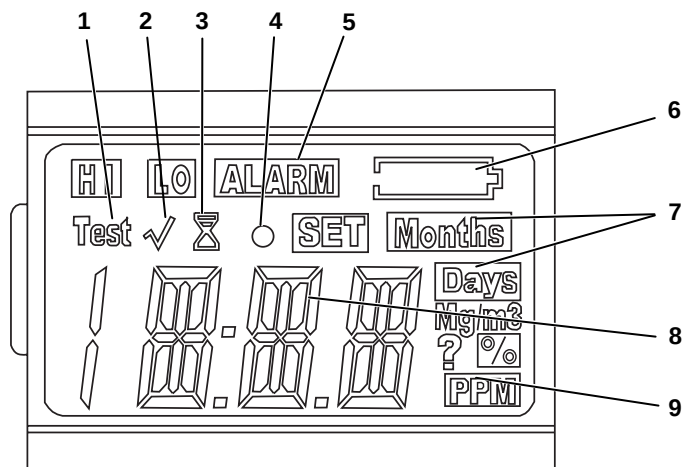

Fig. 2 Pantalla
- siempre que no se visualice el indicador de advertencia de batería baja (Pos. 6 en la Fig. 2) **y**